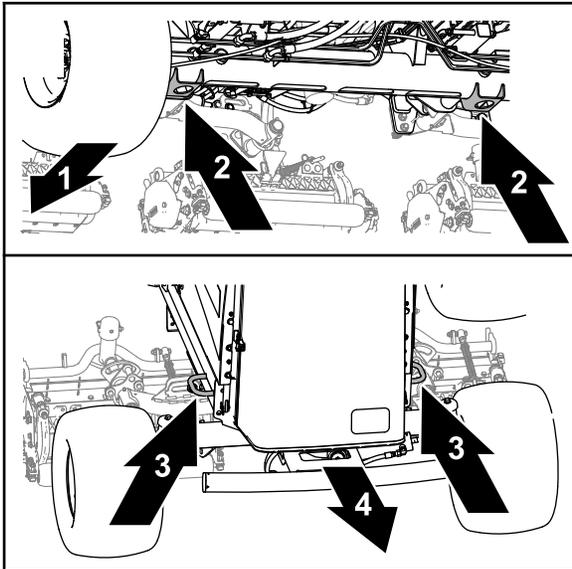

Figura 94
- Anteriore - il foro nelle staffe del martinetto del tubo dell'asse anteriore (Figura 94).